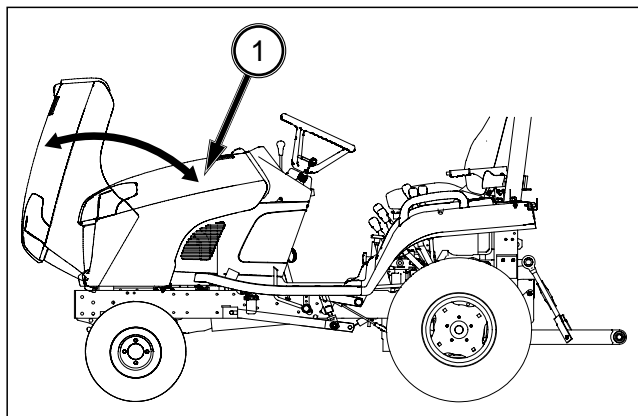

FIG. 5-2
FIG. 5-2 : Pour accéder au radiateur, à la batterie et aux composants du moteur, ouvrez le capot moteur (1). Pour ouvrir le capot, soulevez la partie arrière (côté tableau de bord).